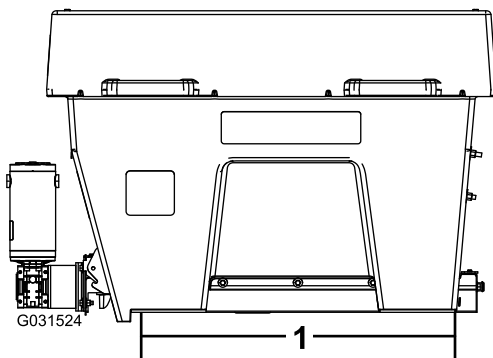

Bild 6
1. Markieren und bohren Sie mit einem 7/16"-Bohrer die Löcher für die D-Ringe, wie in **Bild 6** abgebildet. Fluchten Sie den hinteren D-Ring mit der Rückseite des hinteren Streuerfußes aus.